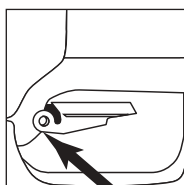

Figure 29
- ✓ Check for broken trigger springs and replace nozzle if necessary. (See Figure 29)
- ✓ Controle que no haya resortes rotos en el gatillo y reemplace la pistola si es necesario. (Vea la ilustración 29)
(Ilustración 29)